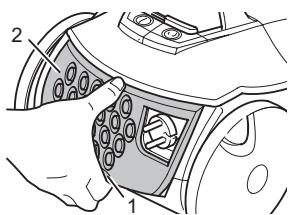

Abb. 23
- Öffnen Sie die Ausblasfilter-Abdeckung. Drücken Sie dazu die Entriegelung an der Unterseite des Gerätes (Abb. 23/1) und ziehen Sie die Ausblasfilter-Abdeckung nach hinten heraus.